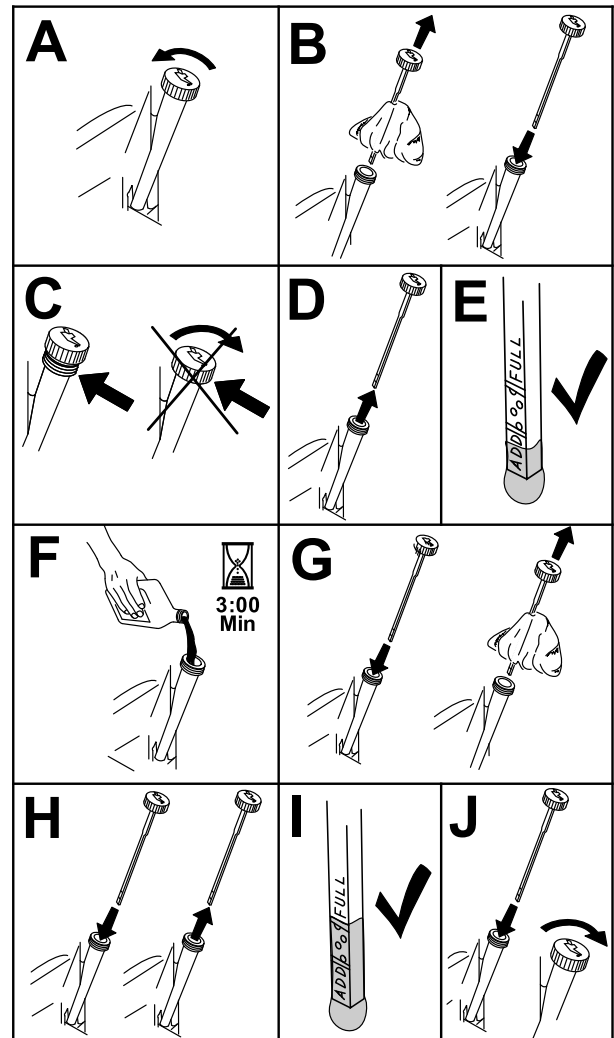

Figura 50
3. Para que no entre suciedad, recortes de hierba, etc., en el motor, limpie la zona alrededor del tapón de llenado/varilla de aceite antes de retirarlo (Figura 50).